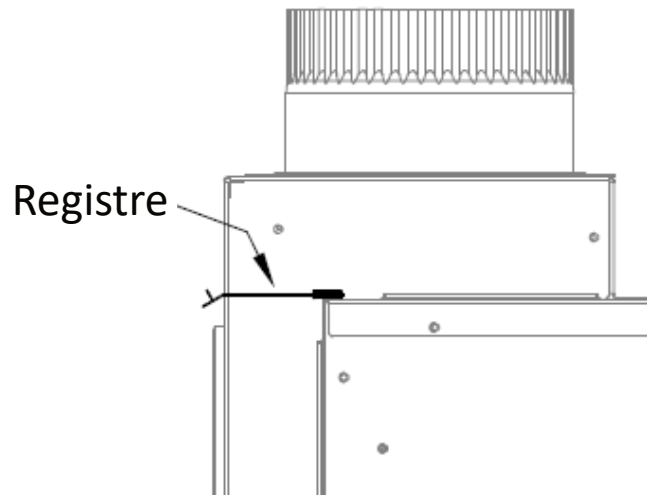

Figure 4.5 - Position de repos du registre de chute d'air (du kit HTK)
**Note :** Si vous utilisez le kit HTK-EXT, le registre doit rester en place. Assurez-vous que le registre reste dans le foyer et qu'il pivote librement, pour qu'un tirant d'air puisse le faire pivoter. Ce registre doit reposer à plat dans le foyer, tel que montré à la Figure 4.5.